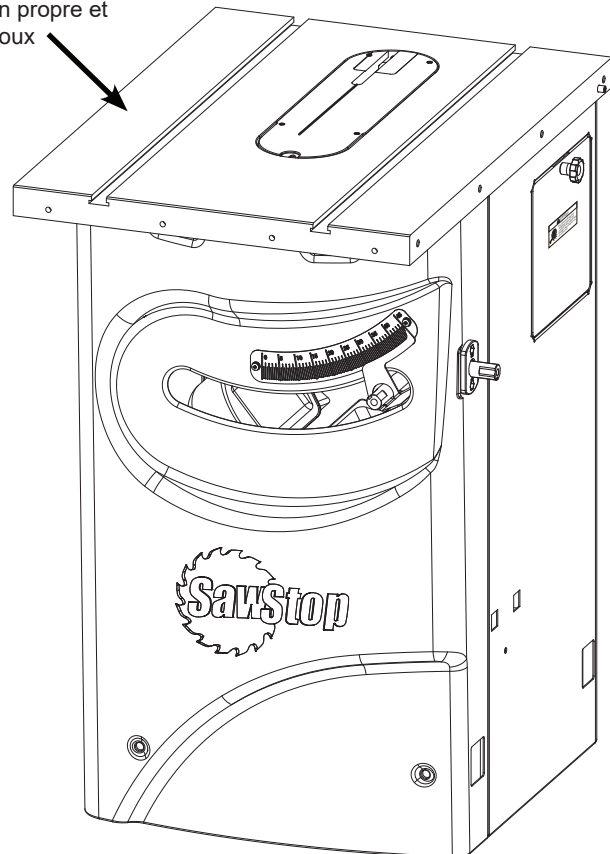

Fig. 6
1. Avec la scie en position verticale, retirez la pellicule de plastique recouvrant la table et retirez l'étiquette jaune au-dessus de la plaque d'insertion de la table. La table et les rallonges de table sont recouvert d'un enduit à l'huile afin empêcher la fonte de rouiller durant le transport. Essayez l'huile de la table et des rallonges à l'aide d'un chiffon propre et doux (voir figure 6).